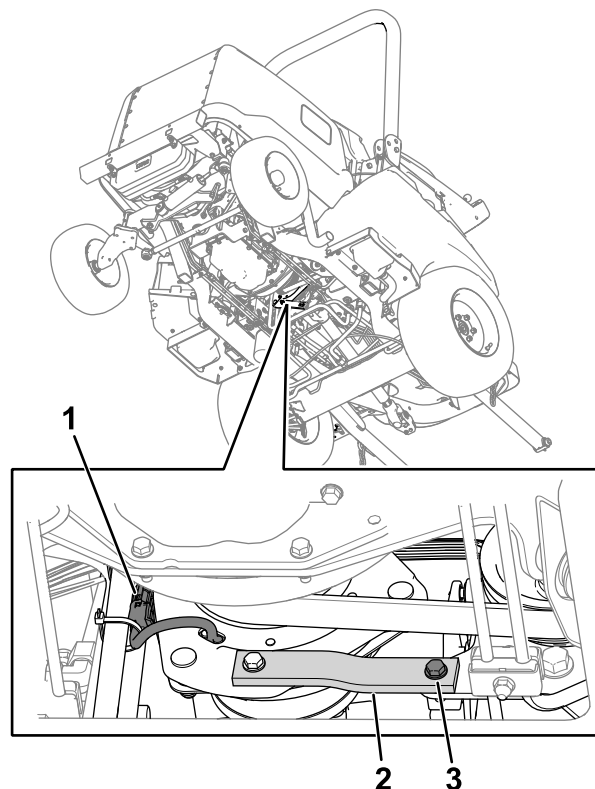

Figura 79
2. Scollegate il connettore del cablaggio preassemblato della frizione dal cablaggio preassemblato della macchina (Figura 79).
3. Rimuovete il bullone, la rondella e il dado dai cinghioni in gomma e in metallo (Figura 79) sul telaio.